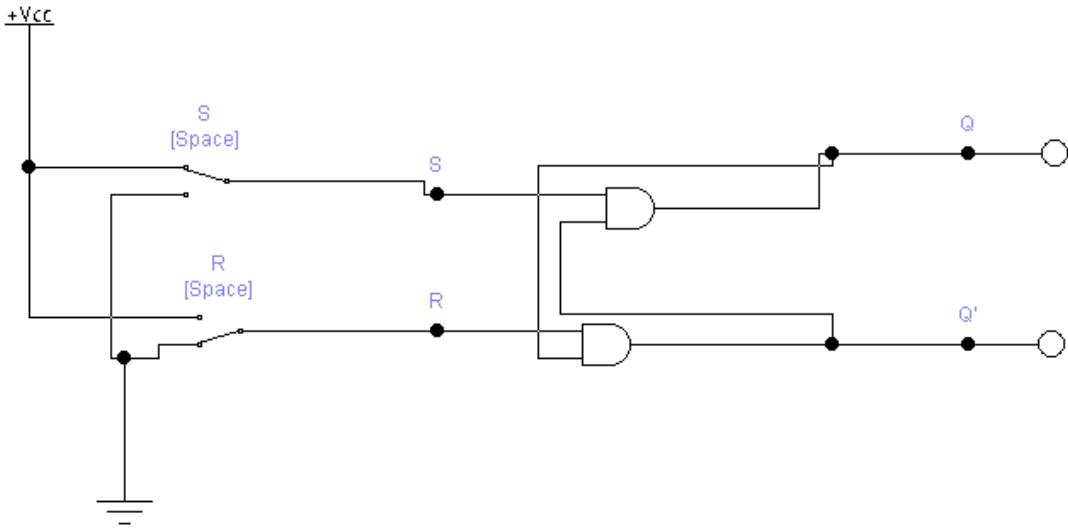

Рисунок 4.62 – Схема роботи *RS*-тригера
5. Зібрати схему проведення експерименту із вивчення роботи RS-тригера (рис. 4.62) [16].